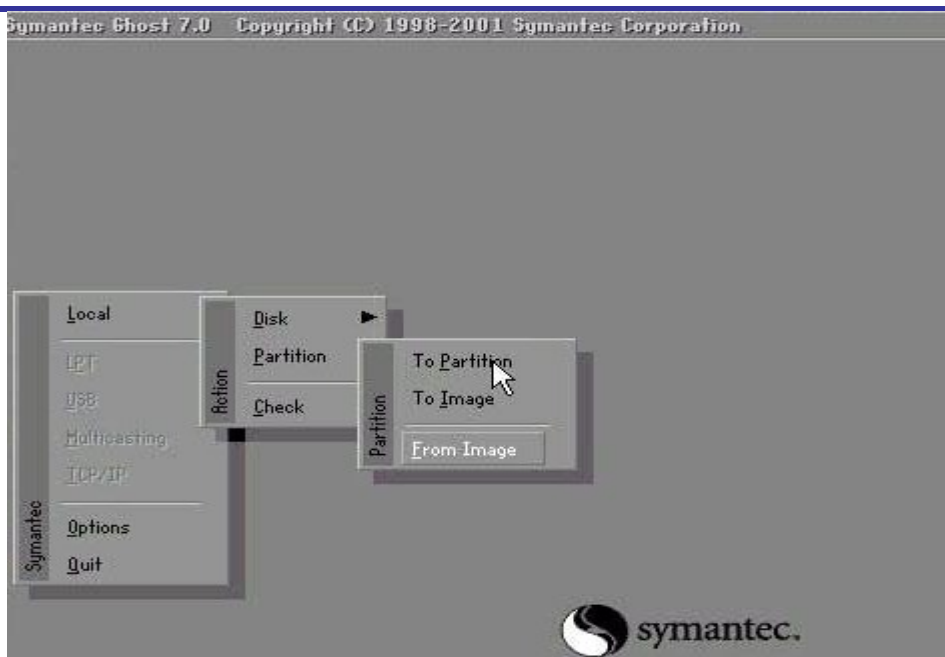

图 2-7 GHOST 安装界面
- 5) 待控制器再次启动后，执行 GHOST.exe 文件，进入 GHOST 安装界面（如图 2-7 所示）。